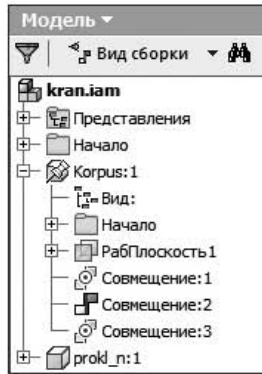

Рис. 9.3. Отображение браузера
перемещение компонентов относительно друг друга станет невозможным. Все команды сопряжения будут отображены в браузере с указанием наименований и значков операций сопряжения (рис. 9.3).
12. После рационального размещения фланца нижнего выполните необходимые сопряжения компонентов аналогично наложению сопряжений на прокладку (рис. 9.3).